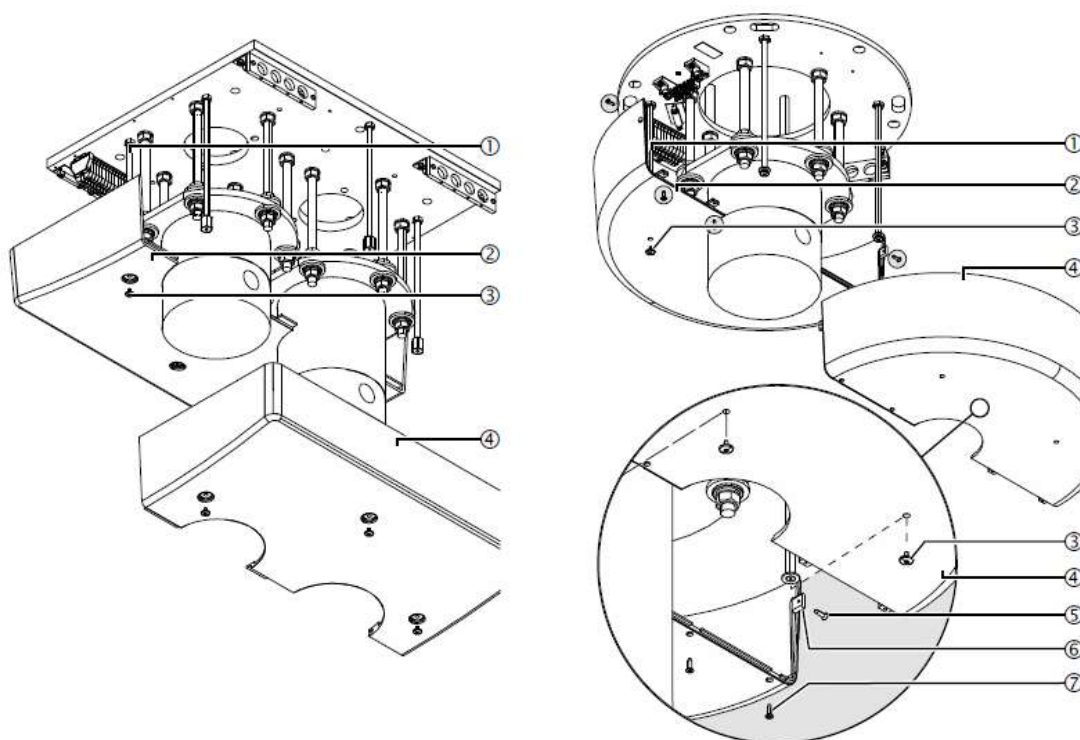

Abb.59 Montage der Zierleistenhälften
- Setzen Sie den Streifen (nicht in der Abbildung dargestellt) wie in Abbildung 59 gezeigt auf die erste Verkleidungshälfte ② (optional kann der Baldachin mit Silikon abgedichtet werden).
- Setzen Sie die erste Hälfte der Zierblende ② auf die Gewindebolzen M10 x 360 mm ① und schrauben Sie dann die Schrauben der Abdeckung ③ fest.
- Überprüfen Sie, ob die Hälfte der Zierleiste ② bündig mit der Zwischendecke abschließt. Passen Sie gegebenenfalls die 6 Gewindebolzen M10 x 360 mm ① an.
- Setzen Sie die Profilschiene (nicht abgebildet) auf die zweite Hälfte der Abdeckung ④ und schieben Sie sie auf die erste Hälfte der Verkleidung ②, sodass beide Teile fest ineinander greifen.
- Setzen Sie die zweite Hälfte der Zierblende ④ auf die Gewindebolzen M10 x 360 mm ① und schrauben Sie dann die 3 Schrauben der Abdeckung ③ fest.